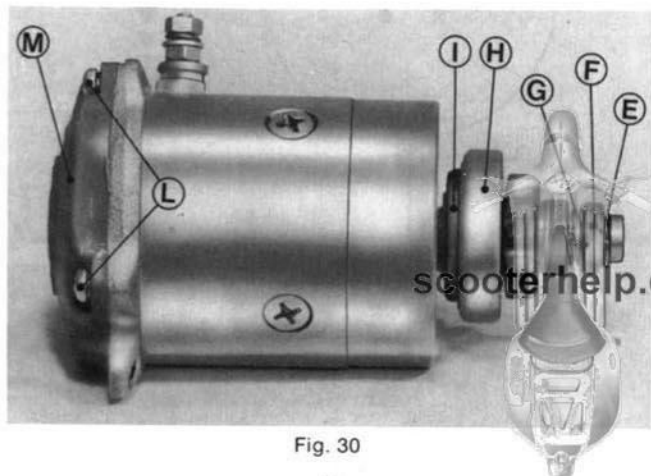

Fig. 30
2) Remove the circlip "E", the ring "F", the spring "G" and take off the pinion complete with the free wheel "H" (fig. 30).
Notice - The gasket "I" (fig. 30) must be replaced when mounting the unit, with a new one and stuck with LOCTITE IS 495.
2) Quitar el anillo elástico "E", el anillo de tope "F", el muelle "G" hasta sacar el piñón completo de rueda libre "H" (ver fig. 30).
Advertencia - La junta "I" (en la fig. 30) al remontaje debe ser siempre sustituida por otra nueva que será encolada con cola LOCTITE IS 495.
Replacement of the brushes: Remove the three screws "L" and the cover "M" (fig. 30), then replace the two brushes.
Remplacement of armature: Remove the three screws "L" (fig. 30), the cover, the brushes and brush holder, then carry out the operations 1) and 2) of the paragraph replacement of pinion free wheel and take out the armature.
After lubrication of the roller cages and assembled a new armature fit again brush holder, brushes and cover "M" and secure it with three screws "L" (fig. 30), then complete the operation with the caulking of the cap as described at point 3).
Substitución escobillas: quitar los 3 tornillos "L" y la tapa "M" (en la fig. 30), luego substituir las dos escobillas.
Substitución inducido: quitar los tre tornillos "L" (fig. 30), la tapa, las escobillas y el porta escobillas, luego efectuar las operaciones indicadas en el punto 1) y 2) del párrafo substitucion piñon-rueda libre y sacar el inducido. Después de lubricar los dos casquillos de agujas y montado un nuevo inducido, remontar el porta escobillas, las escobillas y tapa "M" sujetándolo con los 3 tornillos "L" (fig. 30), luego completar el montaje achaflanando el capuchón como se ha indicado en el punto 3).